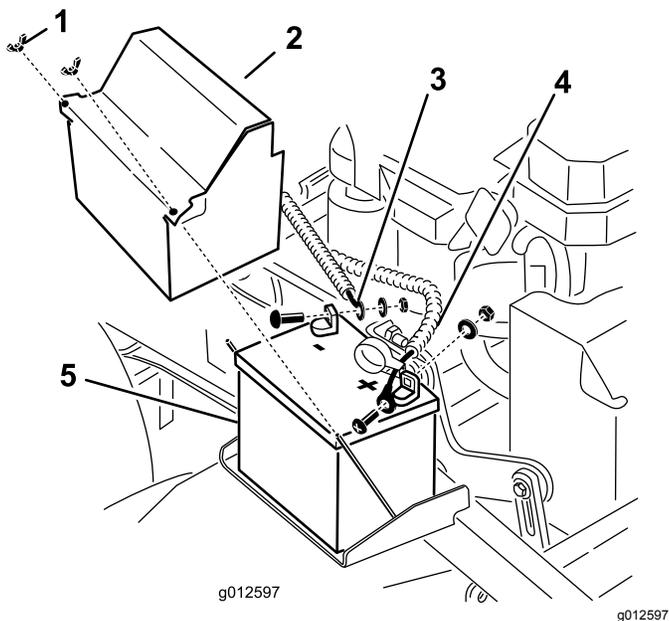

Рисунок 27
11. Установите аккумулятор на машину (Рисунок 27).